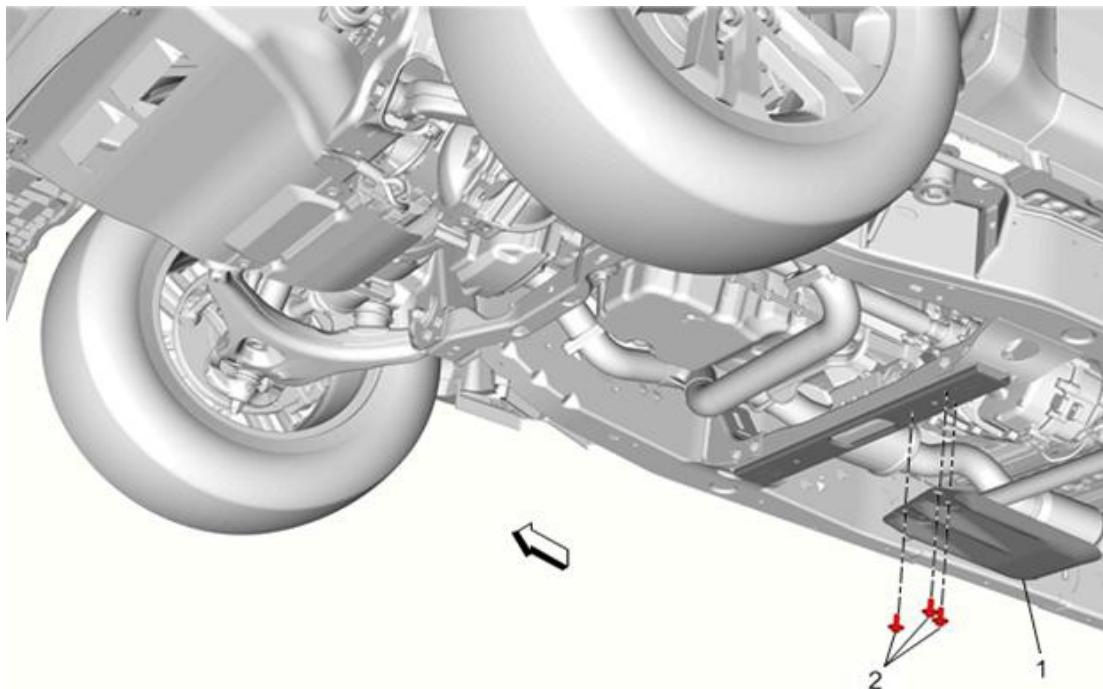

Figure 2
1. Placer et fixer le bouclier de patin de boîte de transfert (1) avec les boulons de fixation (2) fournis sur la traverse (A), comme indiqué dans les figures 2 et 3.
2. À l'aide d'une clé dynamométrique, serrer les boulons (2) **28 Nm (21 lb pi)**.